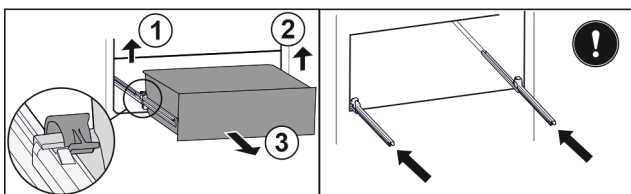

Fig. 129
- ▶ Sollevare il morsetto sinistro e allo stesso tempo tirare in avanti il cassetto sinistro. Fig. 129 (1)
- ▶ Sollevare il morsetto destro e allo stesso tempo tirare in avanti il cassetto destro. Fig. 129 (2)
- ▶ Rimuovere il cassetto tirandolo in avanti. Fig. 129 (3)